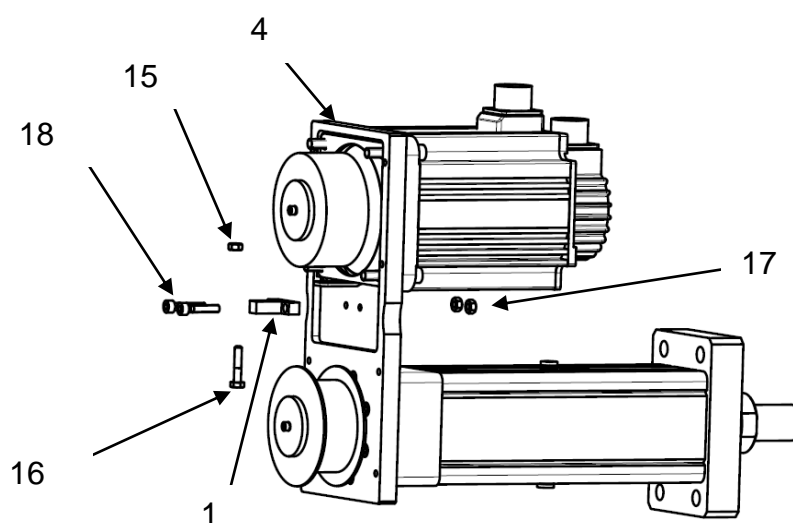

Рисунок 13 – Установка натяжителя на корпус.
4) установить натяжитель (поз. 1) на корпус (поз.4) с помощью винтов (поз.18) и гаек (поз. 17), установить винт (поз. 16) и фиксирующую гайку (поз. 15) на натяжитель (поз. 6) (см. рисунок 13);